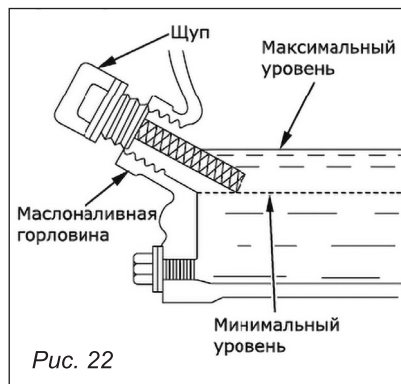

Рис. 22
2. Открутите крышку маслосливной горловины и протрите щуп тряпкой (рис. 22).